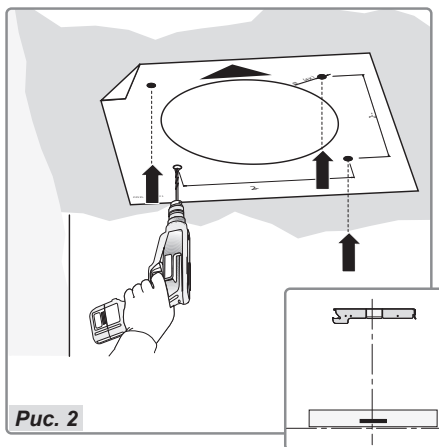

Рис. 2
– Возьмите лист со схемой и разместите его под потолком так, чтобы стрелка располагалась с той же стороны, что и панель управления вытяжкой (рис.2).